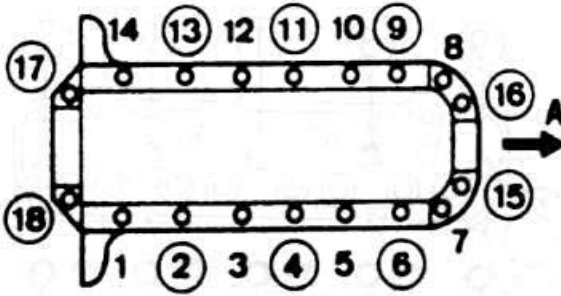

Рис. 2.39
- ♦ Затяните болты в требуемой очередности (рис. 2.39), достигнув указанного в разделе 1.1 момента затяжки.